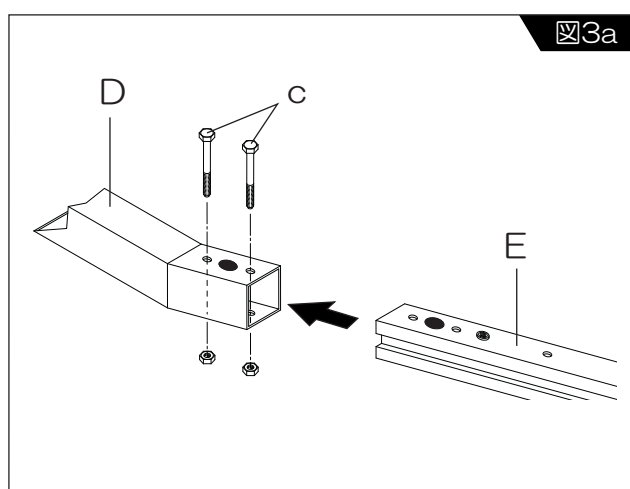
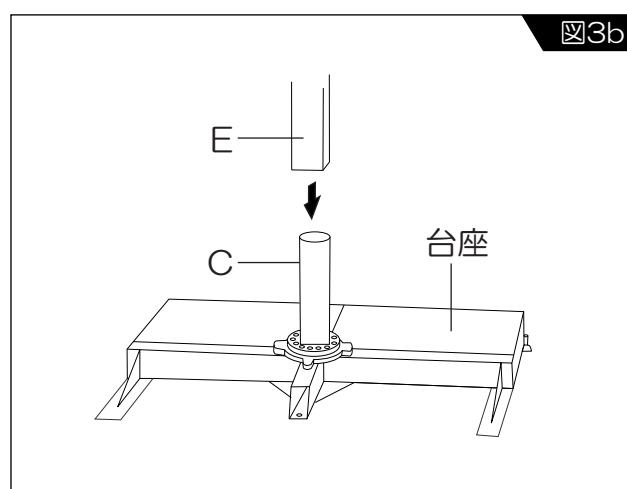
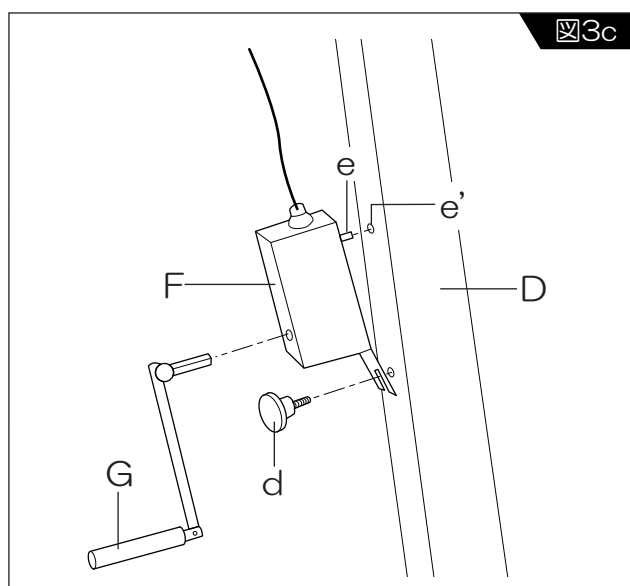

図3a
図3b
図3c
構造の組立て (図3a、図3b、図3c、図3d参照)
1. アンブレラ本体 (E) と垂直柱 (D) を穴位置に注意してはめ込み、ボルト (c) でしっかり止めます。(図3a)
2. 台座に取りつけた台座軸 (C) にアンブレラ本体 (E) を差し込みます。(図3b)
3. つまみボルト (d) とアンブレラ本体 (E) の支柱のネジ穴に半分程度はめ込みます。(図3c)
4. ウインチ (F) の突起部分 (e) を垂直柱 (D) の穴 (e') にはめ、つまみボルト (d) でしっかりとめます。(図3c)
5. ウインチ (F) の下部の長穴に操作ハンドル (G) 差し込みます。(図3c)